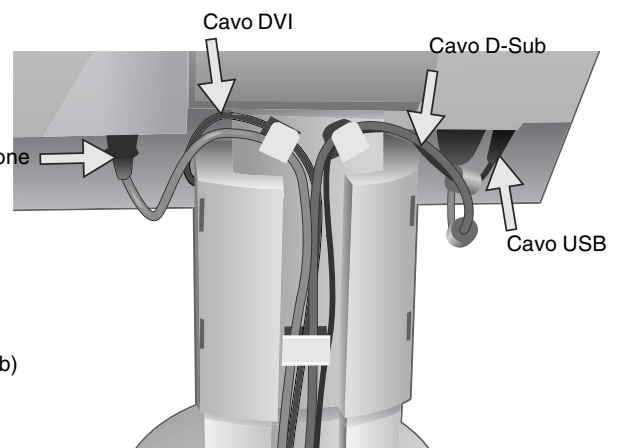

Figura C.2
5. Perché la gestione cavi avvenga al meglio, mettere i cavi in quest'ordine: cavo di alimentazione e cavo DVI (**figura C.2**).
6. Inserire il cavo DVI e il cavo di alimentazione nei ganci specifici indicati nella **figura C.2**.
7. Inserire il cavo D-Sub e il cavo USB nei ganci specifici indicati nella **figura C.2**.